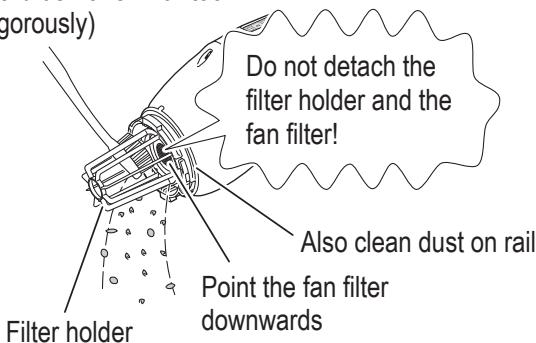

Fig. 26
2. Cleaning the fan filter (Fig. 26)